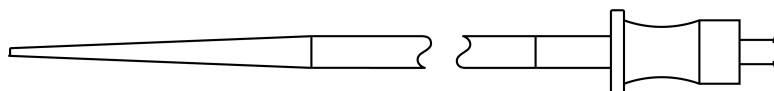

Figura 3: Dilatator
Sistemul de implantare pulmonară Edwards SAPIEN 3 (figura 2) facilitează amplasarea bioprotezei. Constă dintr-o teacă interioară, un cateter cu balon pentru amplasarea valvei cardiace transcater Edwards SAPIEN 3, o tijă exterioară și o capsulă a valvei pentru a acoperi valva cardiacă transcater în timpul introducerii și urmăririi până la locul de amplasare dorit. Sistemul de implantare include un vârf conic pentru a facilita traversarea structurilor cardiace din dreapta. Capsula valvei și vârful conic au un înveliș hidrofob. Este oferit un marcaj vizual al tijei balonului pentru a ajuta la recapturarea balonului. În lumenul pentru firul de ghidaj al sistemului de implantare este inclus un stilet. Dilatorul cu înveliș hidrofob de 28 F (ambalat cu sistemul de implantare) este folosit pentru a predilata vasul înainte de introducerea sistemului de implantare, dacă este necesar (figura 3).
• **Dilatator (figura 3)**